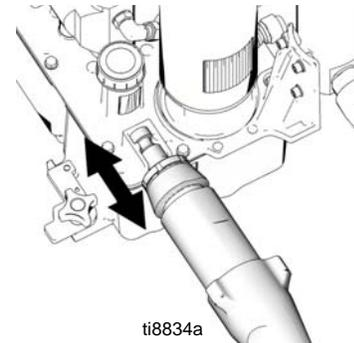

FIG. 20
1. (Fig. 20) Au besoin, mettre la tige de pompe dans la pièce de réglage, et tirer la pompe pour allonger la tige.